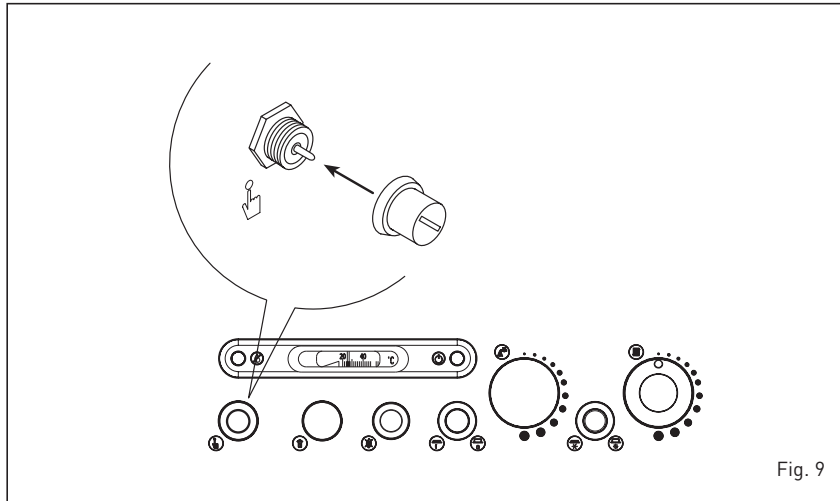

Fig. 9
3.2.3 Termostato sicurezza (fig. 9)